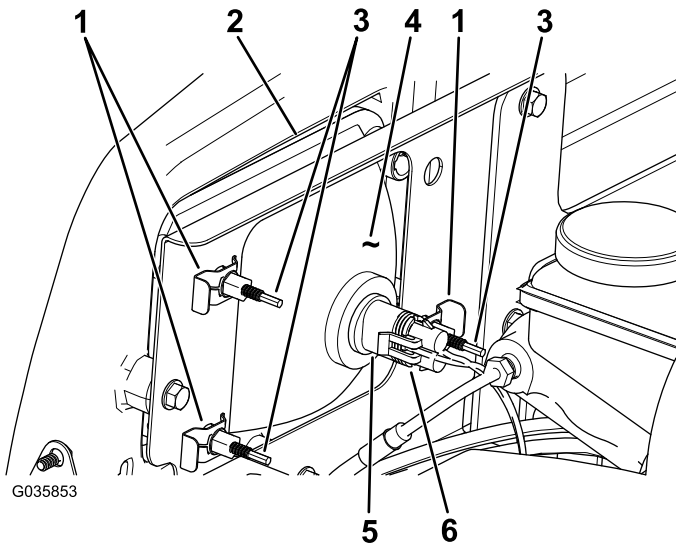

Figura 53
8. Conecte el conector eléctrico del arnés de cables al conector del conjunto de la lámpara (Figura 53).
3. Desconecte el conector eléctrico del arnés de cables del conector del conjunto de la lámpara (Figura 53).
4. Retire los conectores rápidos que sujetan el faro al soporte del faro (Figura 53).
5. Retire el faro desplazándolo hacia adelante y pasándolo por el hueco del parachoques delantero (Figura 53).
6. Introduzca el faro nuevo a través del hueco del parachoques (Figura 53).
2. En la parte trasera del faro, gire los tornillos de ajuste (Figura 53) para pivotar el conjunto y ajustar de la posición del haz de luz.